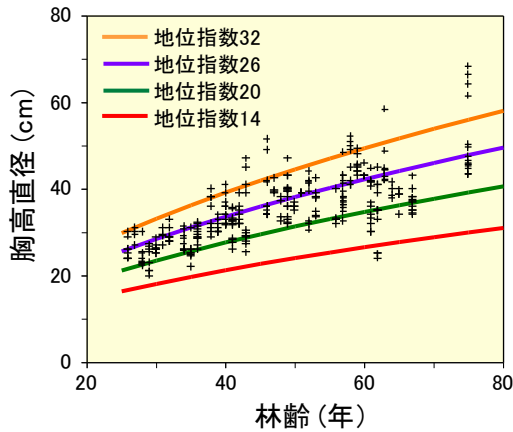

図2 林齢と優勢木の胸高直径との関係
- カラマツの成長速度は地位によって大きく異なります。地位指数が高い林分ほどより短期間で大径木を育成しやすいです（図2）。